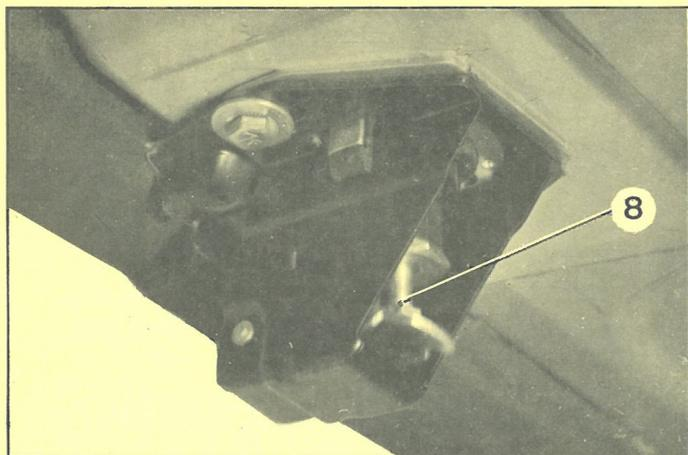

Fig. 5
5. Agir sur la vis de réglage (8) (fig. 5) du bouton-poussoir pour régler le débattement du pène en serrant ou desserrant celle-ci.